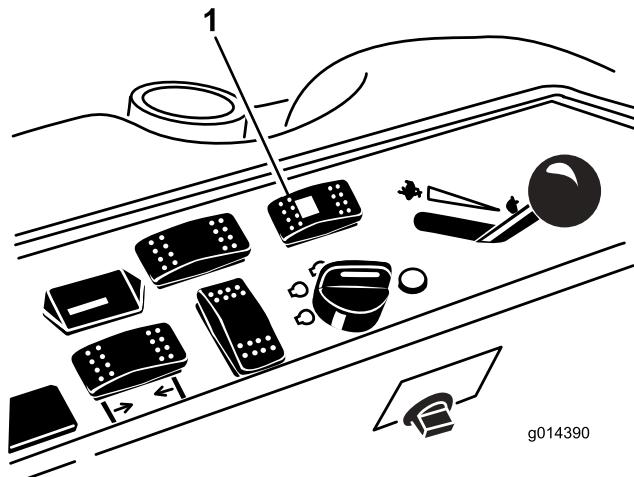

図 44
- 切り替えスイッチ（図 44）の後側を押す（4輪操舵にセット）。